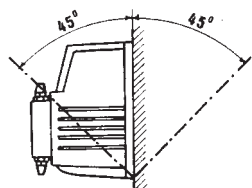

Fig. 7
❹ Installare la pompa dosatrice in posizione verticale $\pm 45^\circ$ (fig. 7) fissandola al muro, o altro supporto verticale, mediante viti da alloggiare nei fori ($\varnothing 4,5$ mm) esistenti sul bordo esterno della pompa stessa.
❺ Il raccordo di mandata (contrassegnato da una freccia sul corpo pompa) dovrà rimanere sempre nella parte superiore della pompa, da cui partirà il tubetto che va all'impianto da trattare (utilizzare il tubetto bianco semirigido).
❹ Install the metering pump in a vertical position $\pm 45^\circ$ (fig. 7) preferably on a wall or other vertical surface with screws that fit into the ($\varnothing 4,5$ mm) external holes of the pump.